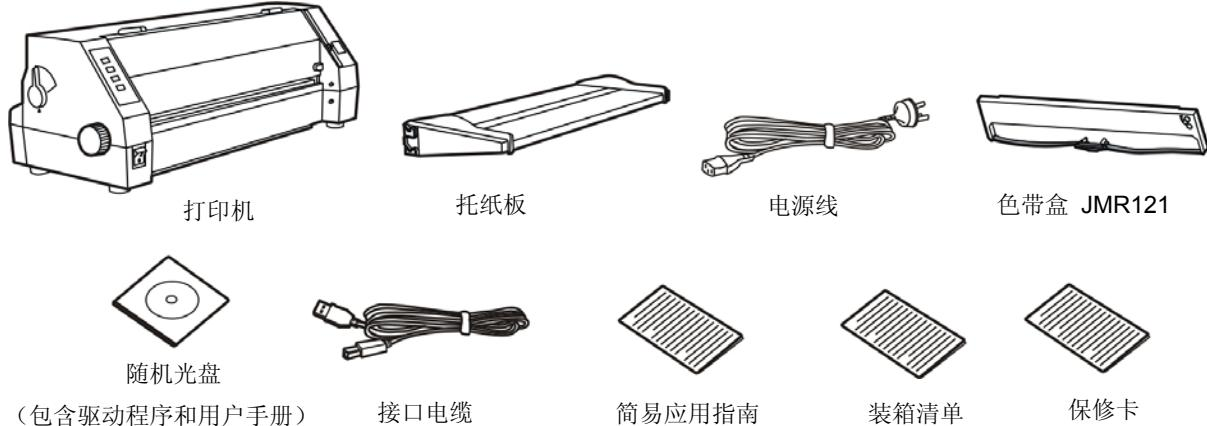

图 2-1 包装箱内包装清单
在打印机包装箱内，应具有以下各项：(1) 打印机；(2) 托纸板；(3) 电源线；(4) 色带盒 JMR121；(5) 随机光盘；(6) 接口电缆；(7) 简易应用指南；(8) 装箱清单；(9) 保修卡。请核对图 2-1 所示包装清单。如有任何东西遗失，请联络经销商。